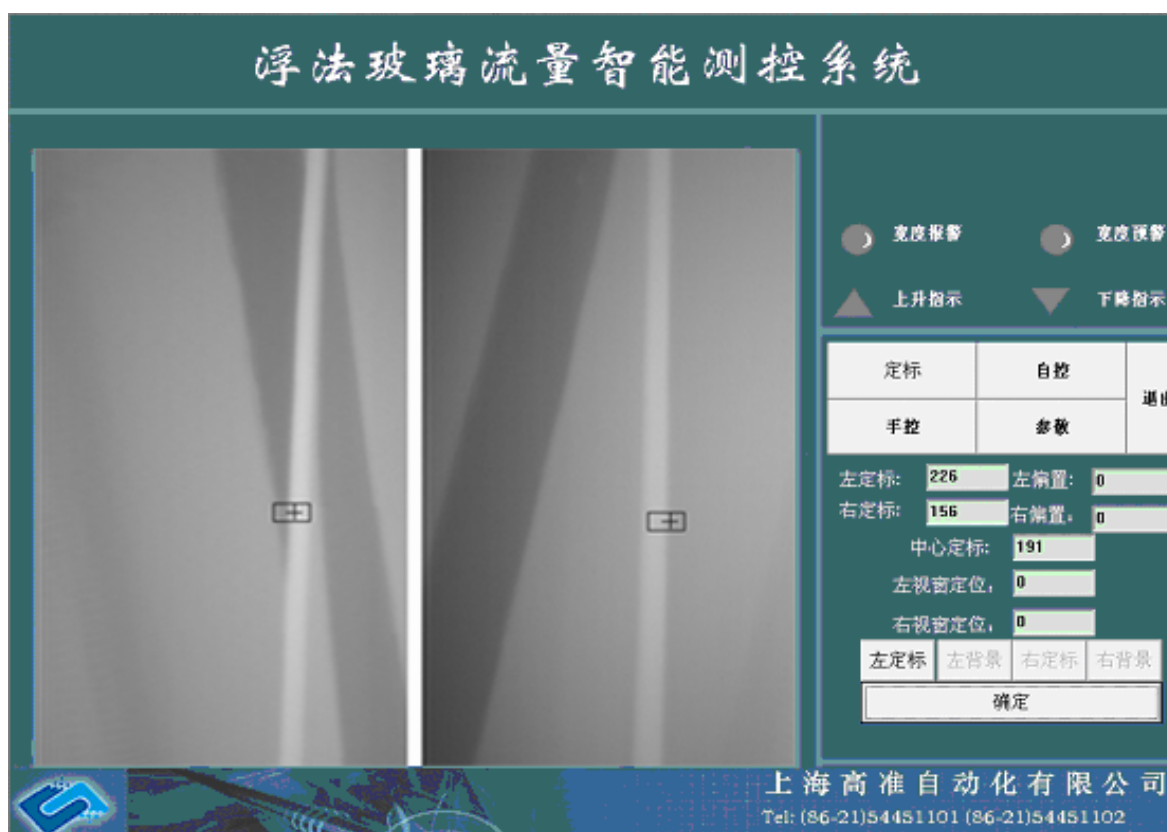

图 5 定标界面
2. 当用鼠标左键单击“定标”按钮以后，进入定标界面，如图 5 所示：